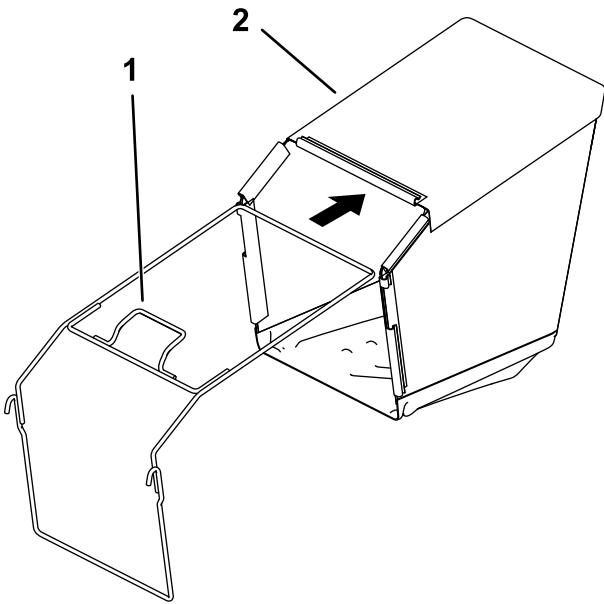

Figure 6
2. Insérez l'armature dans le bac à herbe, en prenant soin de placer la poignée au-dessus du bac (Figure 6).